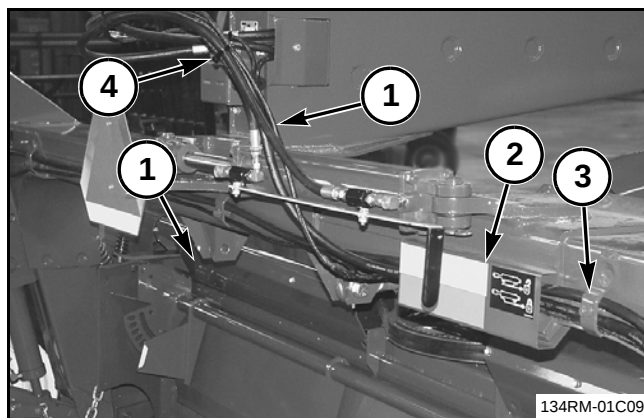

FIG. 169
FIG. 169: Tienda la pata corta (1) del mazo de cables trasero por detrás del soporte de montaje del reflector (2) hacia el conjunto de luz intermitente derecho. Afloje las abrazaderas de la manguera (3) y ponga el mazo de cables detrás de las abrazaderas. Tenga cuidado para no dañar los cables. Conecte el mazo de cables trasero al conjunto de luz intermitente derecho.